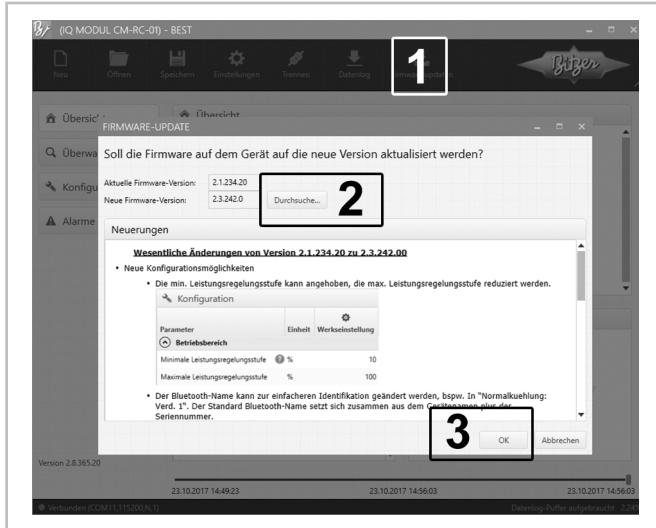

Abb. 13: Update der Firmware durchführen
- Schaltfläche VERBINDE anklicken (4).
- FIRMWARE UPDATE auswählen (1) und DURCHSUCHE... (2) anklicken (siehe Abbildung 13, Seite 56).
- Firmware-Update starten und warten bis das erfolgreiche Update bestätigt wird. Mit OK bestätigen (3).